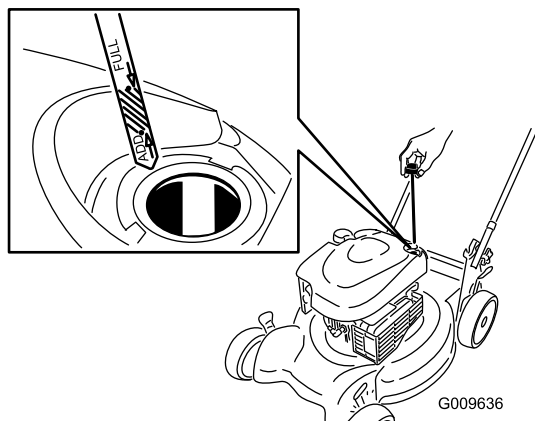

Figure 22
2. Retirez la jauge (Figure 22).
4. Versez de l'huile **lentement** dans le goulot de remplissage pour faire monter le niveau de liquide jusqu'au repère **maximum** (Full) sur la jauge (Figure 22). **Ne remplissez pas excessivement.** (Remplissage max. : 0,59 l, type : huile détergente SAE 30 de classe de service API SF, SG, SH, SJ, SL ou supérieure.)